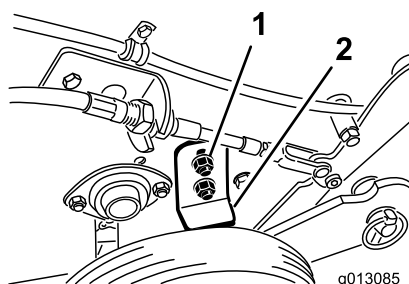

Figura 19
2. Afloje las tuercas que sujetan el tope de la rueda del lado derecho de la máquina (Figura 19).